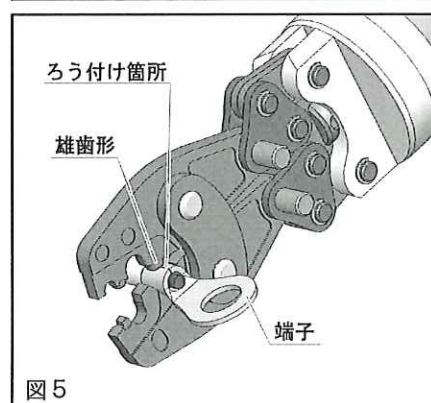

図5
2. 端子またはスリーブは、ろう付け箇所を雄歯形側に合せ、筒部が中心になるように保持しながら作動スイッチを操作（押す）し、軽く固定（仮押え）してください。（図5）
3. 電線を挿入してください。端子および直線重合せ用スリーブ（P）圧着時は筒部端より1mmほど出るまで、直線突合せ用スリーブ（B）圧着時は突き当たるまで電線を挿入してください。（図5）